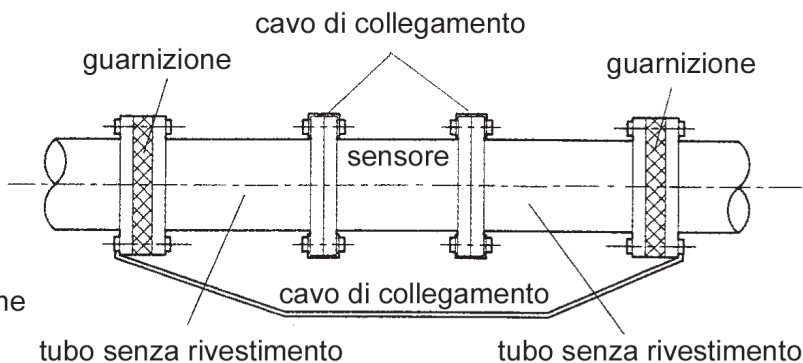

Figura 19. Collegamento di tubi senza rivestimento
- c) Alcuni sistemi, come le tubazioni con protezione catodica, potrebbero risentire di potenziali di disturbo perché non tutto il sistema potrebbe trovarsi al potenziale di terra. Per poter eliminare tale tipo di interferenza, conviene collegare due tubi senza rivestimento al sensore come mostrato in figura 19.